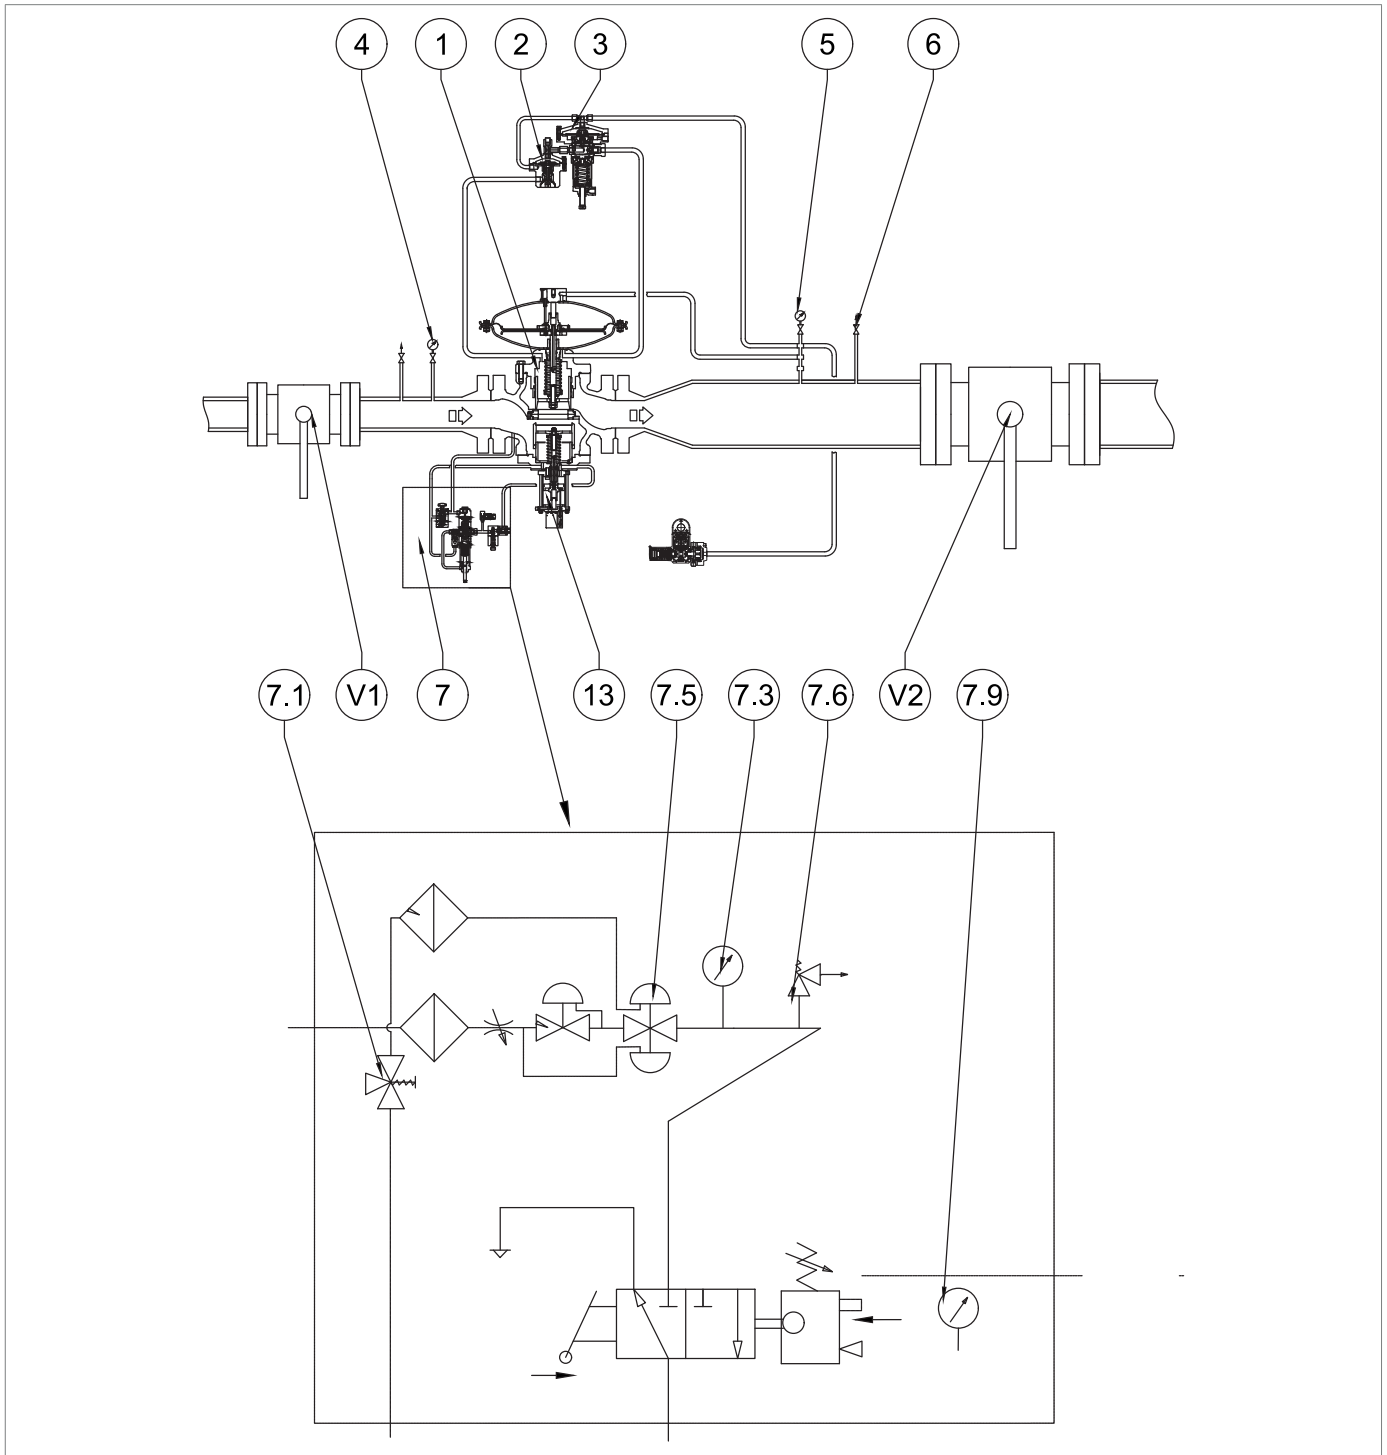

Fig. 8.41. Mise en service et d'étalonnage de LINE OFF 2.0 pour le clapet de sécurité HB/97
- actionner le clapet de sécurité en mode manuel en appuyant sur le bouton de décrochage (Pos. 10 - Figure 4.14.). Vérifier ensuite que la pression indiquée par le manomètre installé sur le dispositif LINE OFF 2.0 (Pos. 7.3 - Figure 8.41.) soit de 0 bar, en assurant la dépressurisation complète de la ligne.